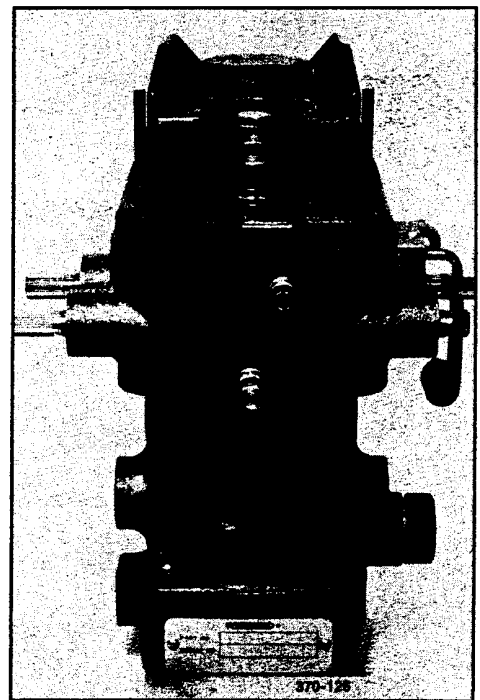

図4－3．標準カバーの取付け
- a. 内部垂直リターン・スプリングが使用されている場合：図4－3に示す様に真中2本のネジを取り、そこにガイド・ロッドNo18（4.57mm）を取付けます。カバーを押さえながら残り3本のネジを取りゆくりとカバーとスプリングを取外します。